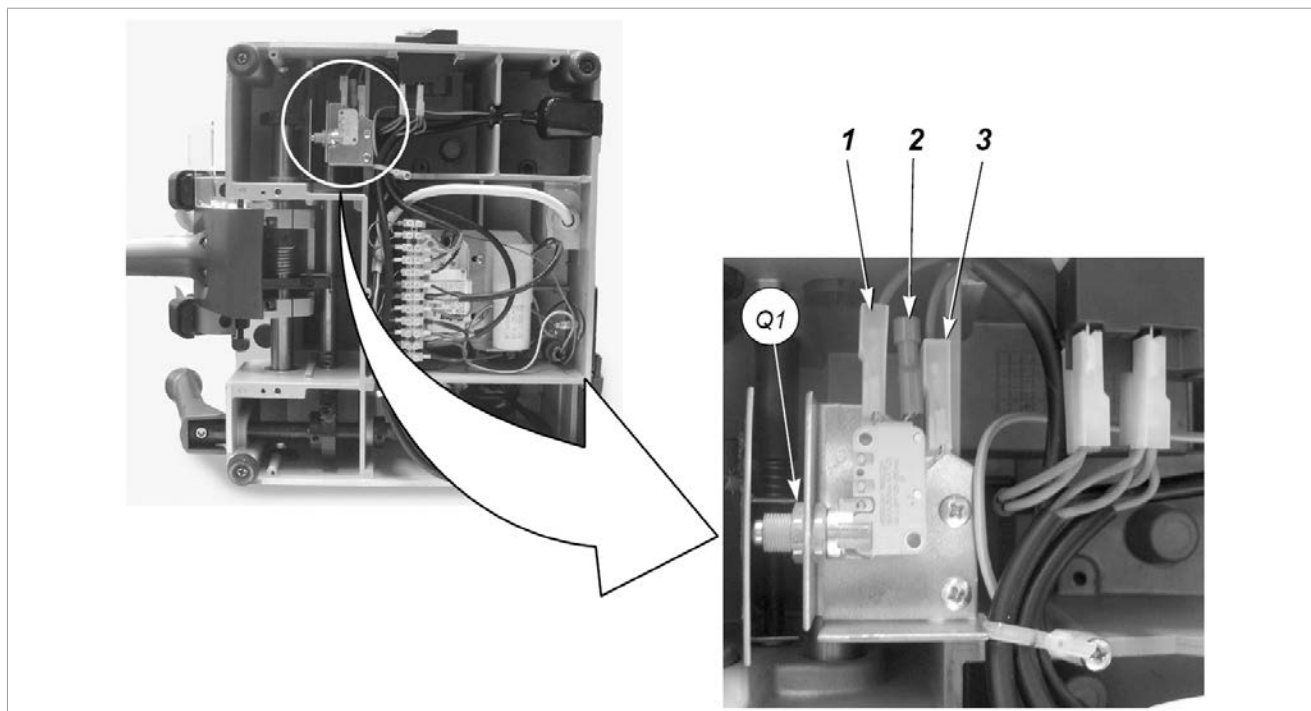

Fig. 35
- 4) Loosen the nut (Q1) and remove the microswitch (Fig. 35).